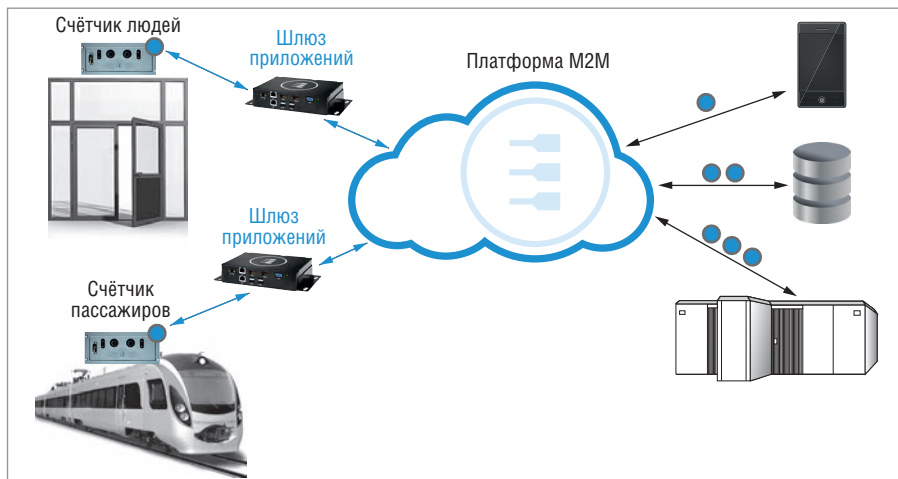

Рис. 4. Система счёта людей с применением облачных технологий
- 2) для управления используются облачные технологии на базе программно-аппаратных комплексов Eurotech, при этом облако может быть как общественным, так и частным. Пример такой системы представлен на рис. 4.